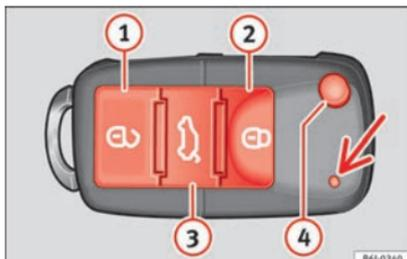

Fig. 84 Affectation des touches de la clé à radiocommande
La touche ④ » fig. 84 de la radiocommande permet de débloquer le panneton de la clé.
Déverrouillage du véhicule ⑥ » fig. 84 ①.
Verrouillage du véhicule ⑥ » fig. 84 ②.
Déverrouillage du hayon arrière. Appuyez sur la touche ⑥ » fig. 84 ③ jusqu'à ce que tous les clignotants du véhicule s'allument brièvement. Après avoir appuyé sur le bouton de déverrouillage ⑥ ③, vous disposez de 2 minutes pour ouvrir le hayon. Une fois ce temps écoulé, il se verrouillera de nouveau.
D'autre part, le témoin de la pile de la clé » fig. 84 (flèche) clignotera.
- Appuyez sur la touche   » fig. 84 de la radiocommande.
Pour modifier l'état de verrouillage/déverrouillage, actionnez le bouton  ou la touche **1** » **fig. 84** de la clé de la radiocommande.